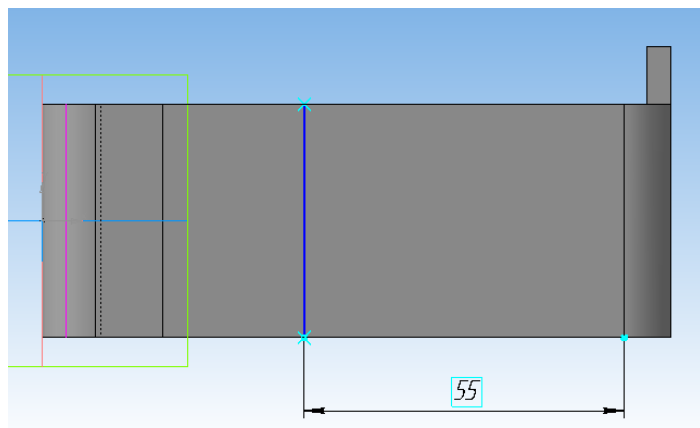

Рисунок 40.
2. Построить отрезок на расстоянии **55мм** от линии сгиба. Закрывать «Эскиз» (рисунок 40).